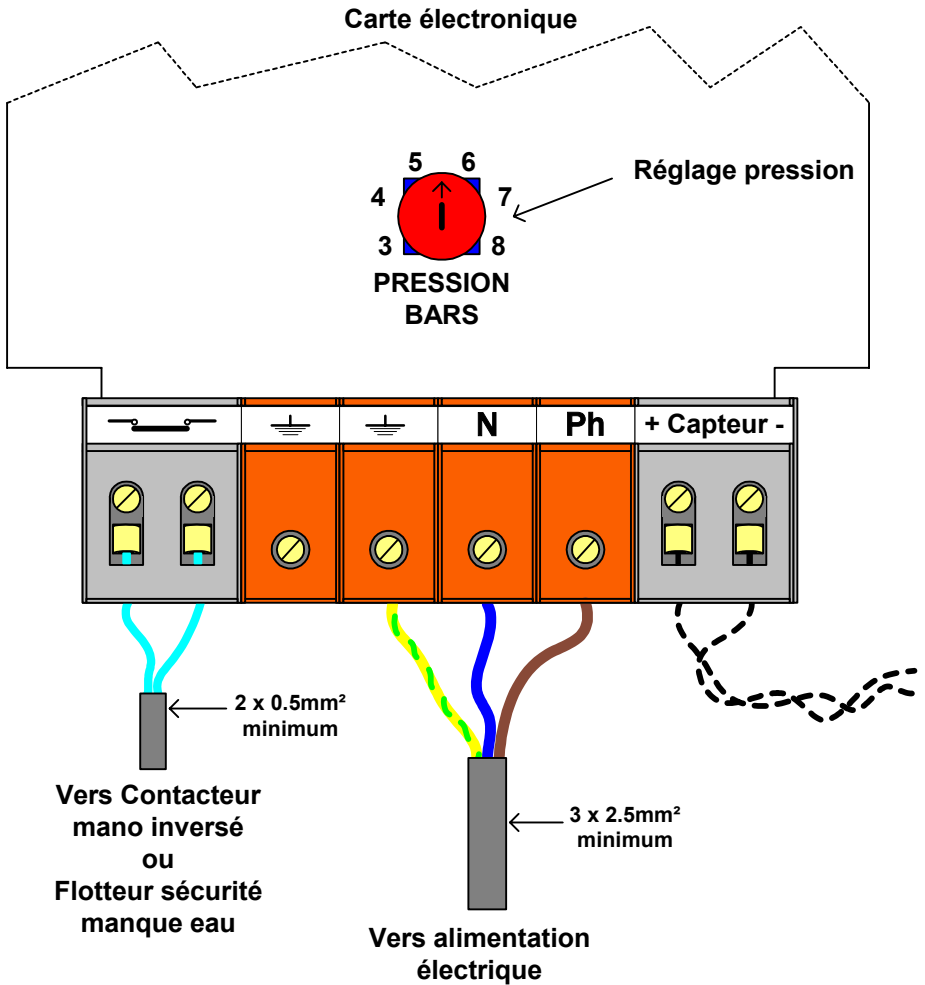

Figure 3.
- Raccorder le pressostat ou le flotteur sur le bornier du coffret électrique (**figure 3**).
- Raccorder l'alimentation électrique avec un câble [phase-neutre-terre], dont les conducteurs ont une section de 2.5mm² minimum (**figure 3**).
- Ajuster la pression de travail désirée en tournant le bouton de pression situé sur la carte électronique. Réglage de 3 à 8 bars (**figure 3**).